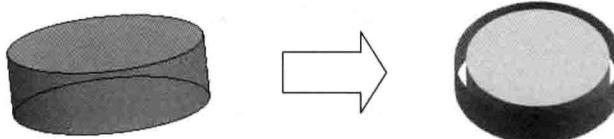

图 2.2.3 偏置曲面
Step3. 创建图 2.2.3 所示的偏置曲面。选择下拉菜单 **插入(S) → 偏置/缩放(B) → 偏置曲面(B)** 命令，系统弹出“偏置曲面”对话框。选择拉伸特征 1 的圆柱面为偏置曲面。